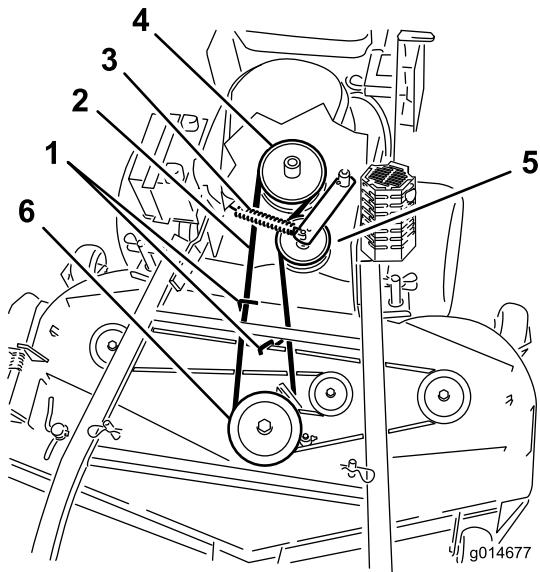
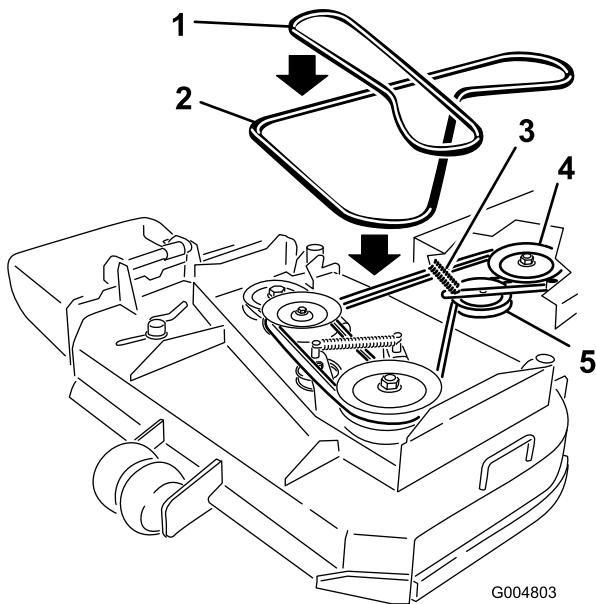

Figure 51
Figure 52
6. Retirez la courroie de la poulie centrale sur le tablier de coupe (Figure 51). Reportez-vous à la Figure 52 pour enlever la courroie de la poulie gauche sur un tablier de coupe de 36 pouces. Procédez avec précaution lors du retrait de la courroie, car la tension est augmentée par la poulie de tension rappelée par ressort.
7. Retirez la courroie de la poulie de moteur et la poulie de tension rappelée par ressort (Figure 51). Reportez-vous à la Figure 52 pour déposer la courroie des poulies sur le tablier de coupe de 36 pouces.
8. Placez une courroie neuve sur la poulie de moteur et la poulie de tension rappelée par ressort (Figure 51).
9. Installez la courroie sur la poulie centrale du tablier de coupe (Figure 51). Procédez avec précaution lors de la repose de la courroie, car la tension est augmentée par la poulie de tension rappelée par ressort. Reportez-vous à la Figure 52 pour installer la courroie sur la poulie gauche sur un tablier de coupe de 36 pouces.
11. Réglez l'écartement entre le guide et la courroie à 3 mm (1/8 po) pour les tabliers de coupe de 48 pouces (Figure 51).